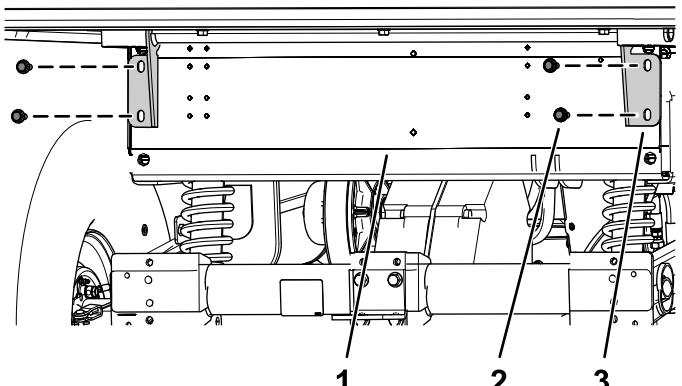

Bild 5
7. Entfernen Sie die vier Bundkopfschrauben (3/8" x 1"), mit denen die Scharnierhalterungen der Ladepritsche am Hinterrahmenkanal der Maschine befestigt sind (**Bild 5**).
3. Entfernen Sie die vier Bundkopfschrauben (3/8" x 1"), mit denen die Scharnierhalterungen der Ladepritsche am Hinterrahmenkanal der Maschine befestigt sind (Bild 5).